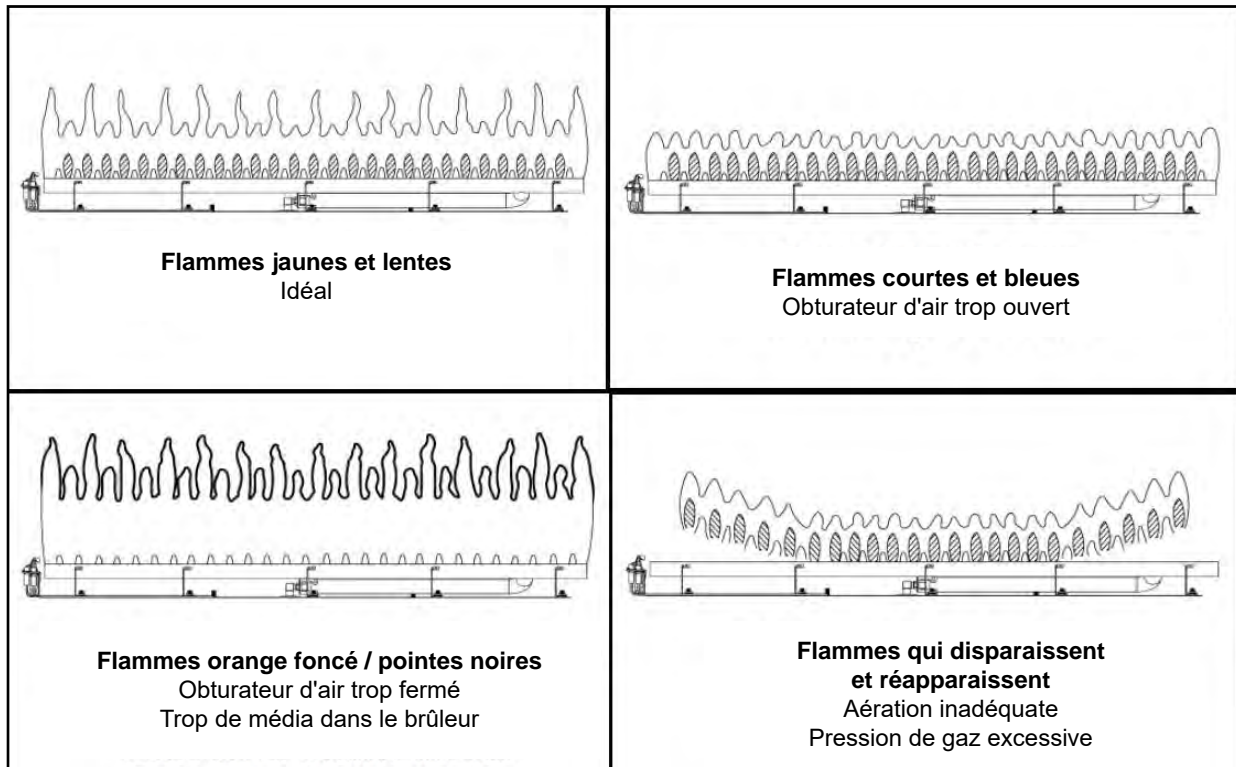
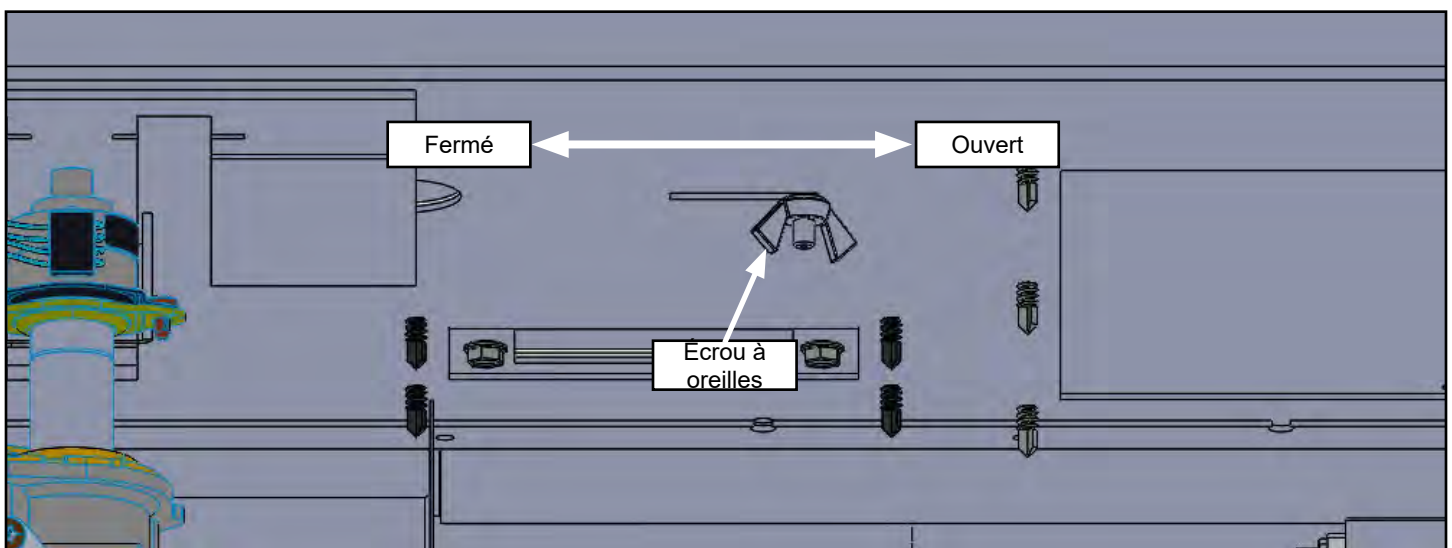

Figure 18.5.01:
Figure 18.5.02:
- Inspecter et assurer que l'allumage du brûleur principal s'effectue en moins de 4 secondes après l'ouverture de la valve à gaz principale. Les flammes devraient ressembler à celles de la **Figure 18.5.01**
Le **345-DVTE31LN-1** et **345-DVTE31LP-1** inclut un obturateur d'air situé sous le cadre vitré du foyer, servant à ajuster le débit d'air primaire pour obtenir le patron de flammes idéal, tel que montré à la **Figure 18.5.01**. Pour l'ajuster, utilisez un tournevis pour tourner la vis de réglage de l'obturateur d'air, tel que montré à la **Figure 18.5.02**. Pour ouvrir l'obturateur d'air et augmenter le débit d'air au brûleur, faites glisser l'obturateur d'air vers la droite. Pour fermer l'obturateur d'air et réduire le débit d'air au brûleur, faites glisser l'obturateur d'air vers la gauche.